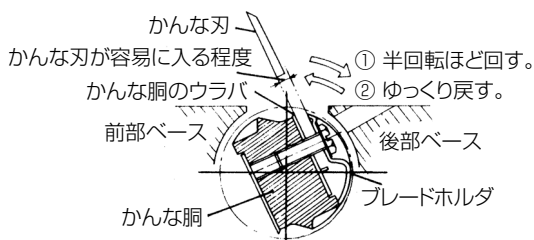

図 14
(1) かなな刃やかなな胴に付いている削りくずをきれいにふきとります。
(2) ベルトで、かなな胴を図 14 の矢印①の方向に半回転ほど回し、次に矢印②の方向にゆっくり回して、かなな胴のウラバとブレードホルダとの間にすき間をあけます。